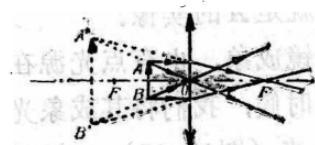

图 15-19
(1) 当 $u < f$ 时,象与物体在凸透镜的同侧,象是正立的、放大的虚象(图15-19)。